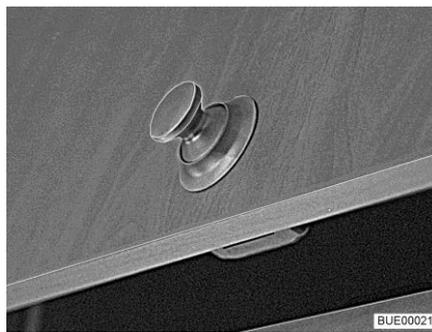
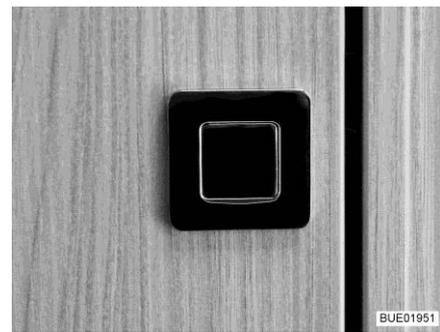

Fig. 41 Porte de placard avec bouton-poussoir rond
Fig. 42 Porte de placard avec bouton-poussoir rectangulaire
- Appuyer sur la partie intérieure de la serrure. Le bouton-poussoir (Fig. 41 ou Fig. 42) ressort.